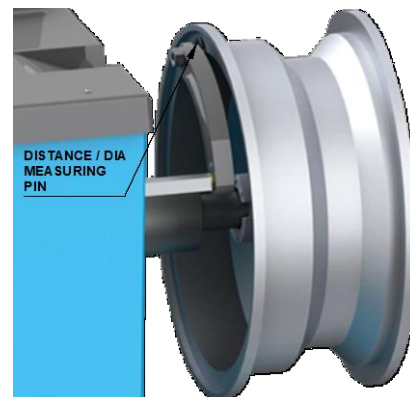

рис. 16
1. Поместите подходящую пластиковую втулку на вал, состыковывая ее твердую поверхность с поверхностью MCD как показано на рис.16
- Выдвиньте измерительную линейку так, чтобы она коснулась внутреннего профиля обода (см Рис.16). Держите линейку в таком положении около 3 сек. Значение расстояние обода отобразится на экране, сопровождаемое аудио сигналом